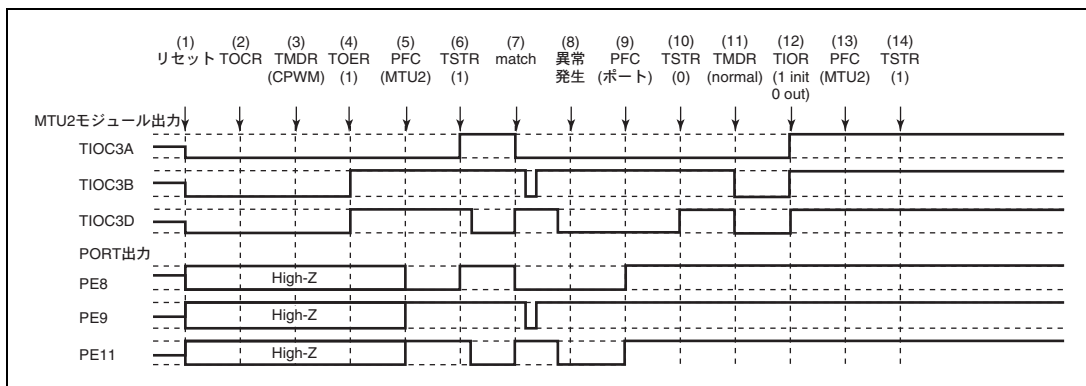

図 12.135 相補 PWM モードで異常が発生し、ノーマルモードで復帰する場合
相補 PWM モードで異常が発生し、再設定後ノーマルモードで再スタートする場合の説明図を図 12.135 に示します。
(1) ~ (10) は図 12.135 と共通です。
(11) PWM モード 1 を設定してください (本モジュール出力はローレベルとなります)。
(12) TIOR で端子を初期化してください (PWM モード 1 では TIOC*B 側は初期化されません)。
(13) 汎用入出力ポートで本モジュール出力としてください。
(14) TSTR で再スタートします。
(23) 相補 PWM モードで動作中に異常が発生し、相補 PWM モードで再スタートする場合の動作
- (1) ~ (10) は図 12.135 と共通です。
- (11) 汎用入出力ポートで本モジュール出力としてください。
- (12) TSTR で再スタートします。
- (13) コンペアマッチの発生により相補 PWM 波形を出力します。
(24) 相補 PWM モードで動作中に異常が発生し、相補 PWM モードで新たに再スタートする場合の動作
- (11) ノーマルモードを設定し新しい設定値を設定してください (本モジュール出力はローレベルとなります)。
- (12) TOER でチャンネル 3、4 の出力を禁止してください。
- (13) TOCR で相補 PWM モードの出力レベルと周期出力の許可禁止を選択してください。
- (14) 相補 PWM を設定します。
- (15) TOER でチャンネル 3、4 の出力を許可してください。
- (16) 汎用入出力ポートで本モジュール出力としてください。
- (17) TSTR で再スタートします。
(25) 相補 PWM モードで動作中に異常が発生し、リセット同期 PWM モードで再起動する場合の動作
- (11) ノーマルモードを設定してください（本モジュール出力はローレベルとなります）。
- (13) TOCR でリセット同期 PWM モードの出力レベルと周期出力の許可禁止を選択してください。
- (14) リセット同期 PWM を設定します。
- (17) TSTR で再起動します。
(26) リセット同期 PWM モードで動作中に異常が発生し、ノーマルモードで再スタートする場合の動作